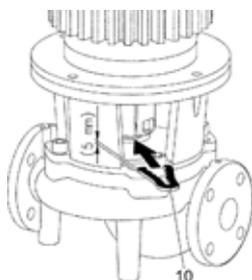

Fig. 14: Horquilla de montaje para trabajos de ajuste
En todos los trabajos de montaje, para ajustar la posición correcta del rodete en la carcasa de la bomba es necesario utilizar una horquilla de montaje (Fig. 14, pos. 10).